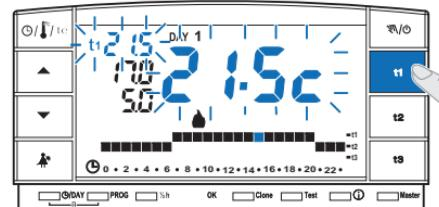

fig. 32
(i) Si se selecciona una tecla (t1 o t2) correspondiente a un set de temperatura bloqueado, la sigla (t1 o t2), el correspondiente valor de al lado y los dígitos centrales parpadean (ejemplo en fig. 32). En este caso no se puede superar el valor de temperatura máxima o mínima más allá del límite de bloqueo configurado.
- Pulsar la tecla del set de temperatura que se desea desbloquear (t1 o t2); la sigla seleccionada (t1 o t2) el correspondiente valor de al lado y los dígitos centrales parpadean (ejemplo en fig. 32).